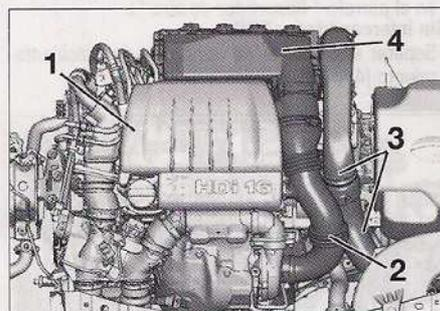

FIG. 67
- La tapa embellecedora (1) (Fig.67).
- La conexión (2)
- El colector (3).
- La carcasa superior (4).